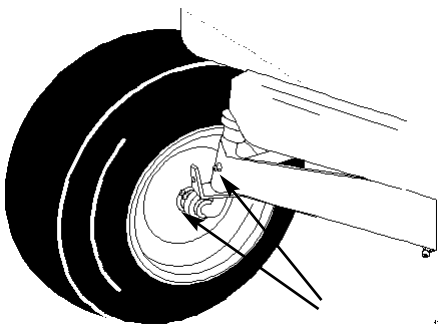

Bild 23
1. Solange Fett in die Vorderräder und Spindeln einpressen, bis es aus den Lagerungen hervorquillt (Bild 23).
2. Das Achsgelenk der Vorderachse abschmieren (Bild 23).